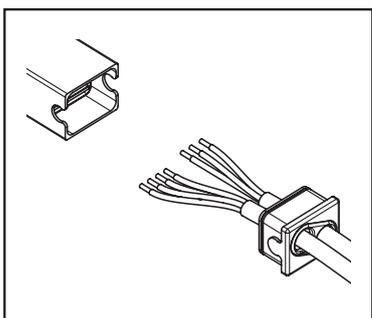

fig.4 Cabo do motor e cabo de alimentação eléctrica
4. Descarne o cabo do motor e o cabo de alimentação eléctrica cerca de 3 cm e depois os fios individuais cerca de 6 mm (fig. 4).